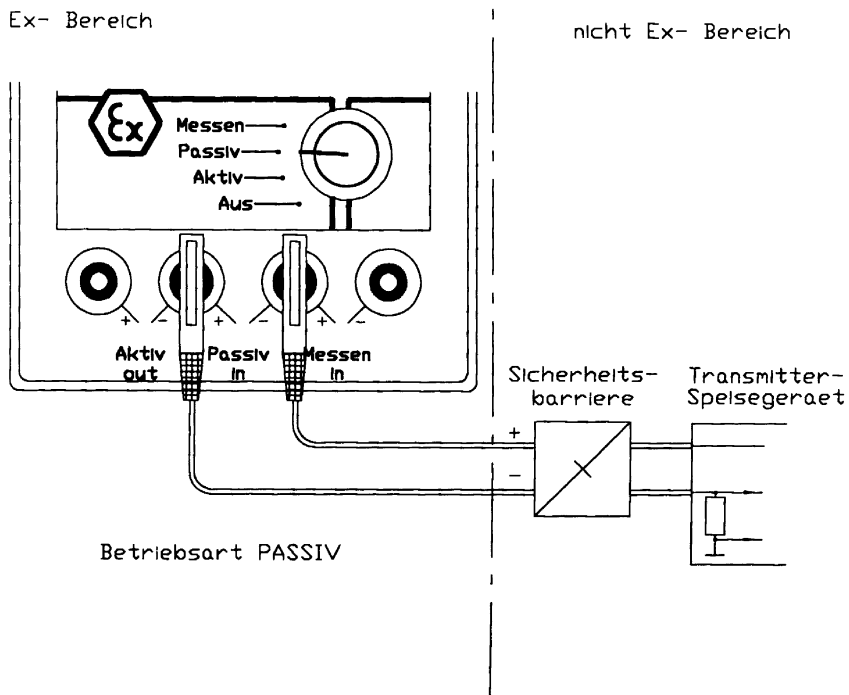

Bild 3: Ex mA21 als Zweidrahtsimulator
3.2.2 Betriebsart "Passiv" (Bild 3)